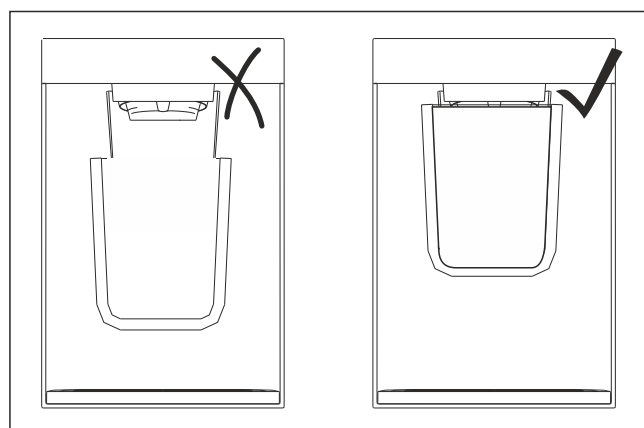

Fig. 103 Représentation à titre d'exemple
- Tenir le récipient aussi près que possible de l'ouverture de distribution. (voir Fig. 103)